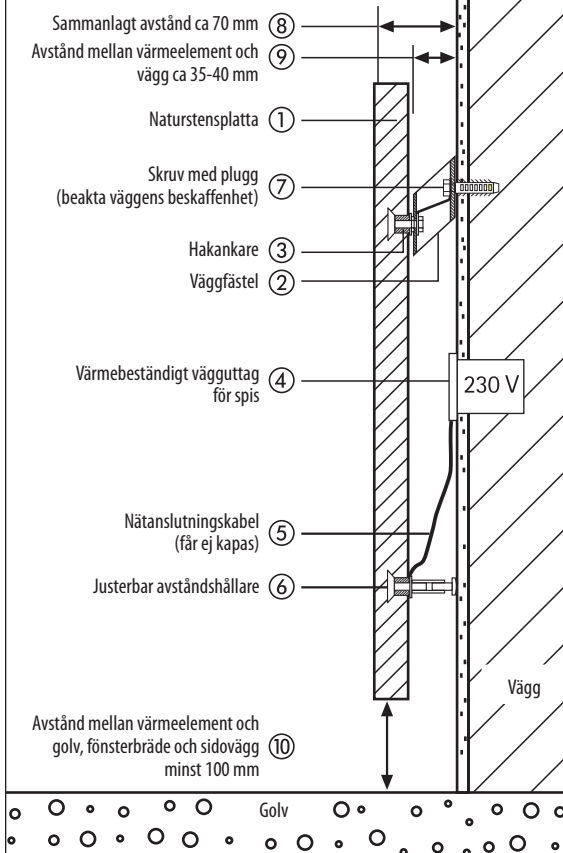

Bild 1
– För att justera in värmeplattan i vertikal riktning kan avståndshållarna skruvas in eller ut (se sidan 2, bild 1, nr 6). Se till att inte tippa värmeplattan vid injusteringen!